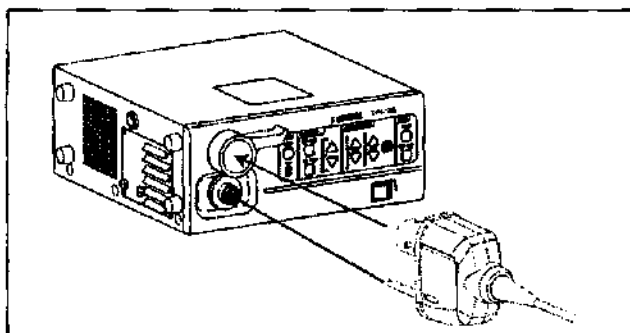

Рисунок 5: EPK-1000
- 2) Убедитесь, что PVE коннектор ПЕНТАКС совмещен с разъемом интерфейса на передней панели процессора. ➡ рис. 5
- 3) Присоедините эндоскоп к разьему интерфейса на процессоре, как показано на рисунке. После присоединения поверните рычаг на разьеме интерфейса по часовой стрелке. ➡ рис. 5
- 6) Чтобы включить лампу, нажмите на выключатель лампы на процессоре. ➡ рис. 5